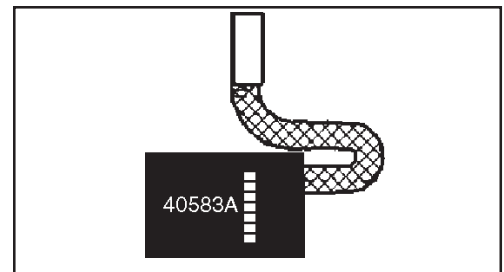

Рисунок 12
2. Проверьте угольные щетки. Замените обе щетки, если одна из них износилась до 3/8" или повреждена. Смотрите рис. 12.